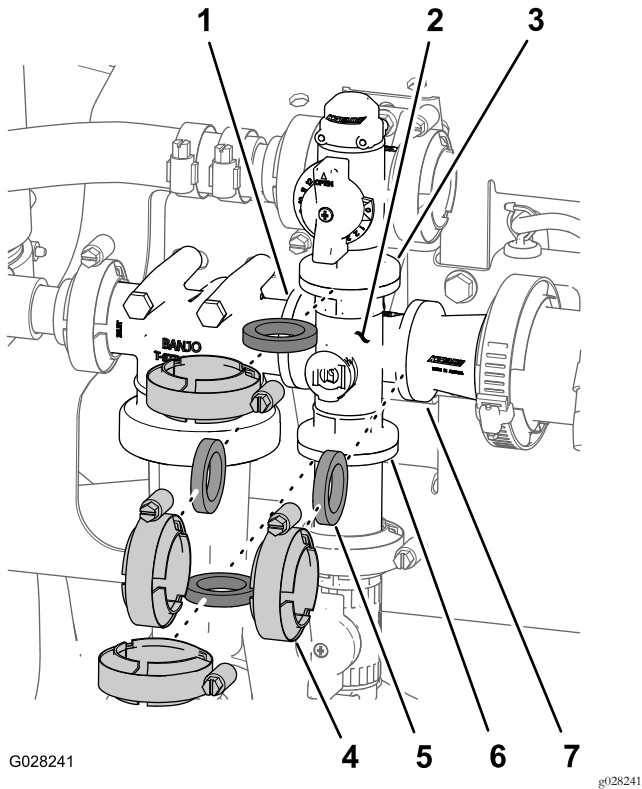

Figura 112
1. Rimuovete i morsetti e le guarnizioni che fissano il collettore della valvola dell'agitatore alla valvola di bypass dell'agitatore, testa del filtro della pressione, accoppiatore del riduttore e raccordo dell'adattatore (valvola di accelerazione dell'agitatore), come illustrato nella Figura 112.